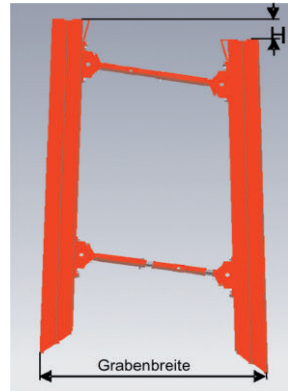

Bild 2
- i) Mit Strebenschlüssel an den Streben den unteren Abstand der Gleitschienen um 5 - 6 cm vergrößern (Bild 2).
Die Gleitschienenpaare und Platten (Bild 3a, 16 + 17) sind vor dem Einbringen mit dem Bagger durch Aufsetzen der Druckhauben (21) und der Druckschienen (18) vor Beschädigung zu schützen. Der max. Weg je Eindrückvorgang ergibt sich aus dem Bild 2. Bei einer Grabenbreite von 300 cm ergibt sich beispielsweise ein Weg von 30 cm. Bei einem Weg, größer als in Bild 2 angegeben, können Bauteile der Verbaueinheit beschädigt werden.
- b) Platten und Gleitschienenpaare um den aufgefüllten Bereich herausziehen. Dabei muss mit den inneren Platten begonnen werden. Die Höhe des jeweiligen Auszuges richtet sich nach Bild 2.